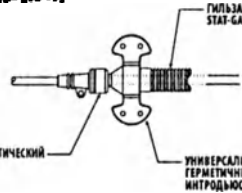

Рис. 18
- Не накладывайте швы или лигатуру вокруг наружного диаметра интродюсера во избежание его перегиба или повреждения. Продвигайте универсальный герметичный интродюсер в канальце стилет-катетера (См. рис. 18)